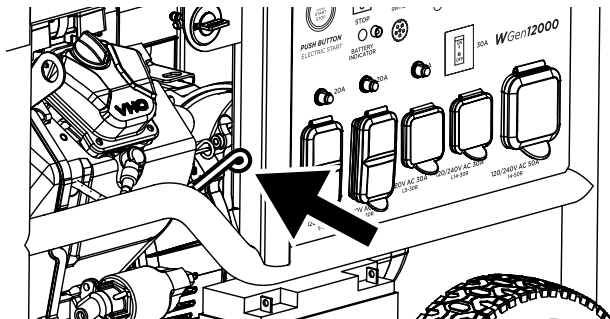

Figure 13 - Jauge d'huile
6. Retirez la jauge de remplissage d'huile (voir la figure 13 ci-dessous).